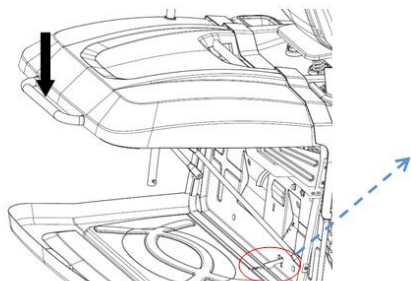
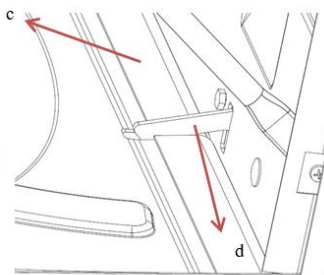

Fig.7J
Fig.7K
2. Aplicați presiune în jos pe mânerul din spate pentru a fixa tubul circular (c) în suportul (d). (Fig.7J/Fig.7K)